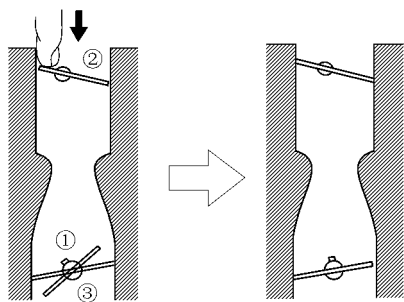

图 2-22 阻风门保持关闭状态
1) 使节气门保持微小开度，推阻风门使其关闭。当放开节气门时，阻风门应仍保持关闭状态，如图 2-22 所示。